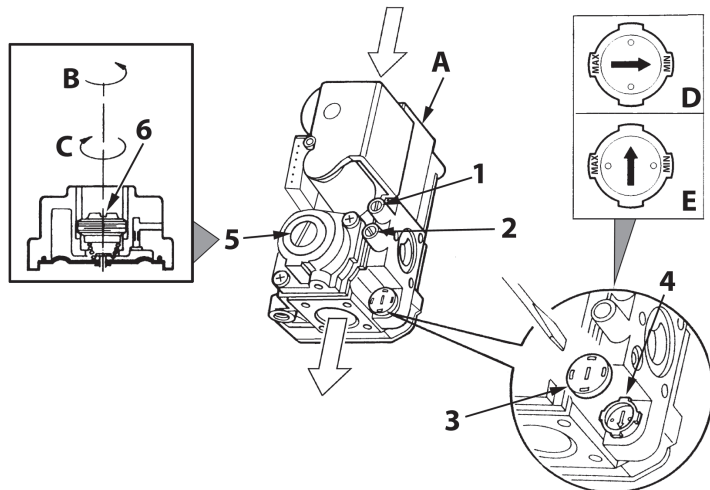

fig. 18 - Regolazione della pressione
Sulle caldaie PEGASUS D 45 K 130 è possibile regolare la portata termica del focolare e di conseguenza la potenza termica resa all'acqua di riscaldamento, agendo unicamente sulla regolazione del bruciatore principale, attraverso la valvola gas, (vedi fig. 18). I diagrammi di riportati al paragrafo cap. 5.2 indicano la variazione della potenza termica resa all'acqua al variare della pressione di funzionamento del bruciatore. Poter adeguare la potenza della caldaia alle effettive esigenze di riscaldamento, significa soprattutto ridurre le dispersioni e quindi risparmiare combustibile. Inoltre, con la variazione di potenza, regolamentata anche dalla normativa, le caldaie mantengono pressoché inalterati i valori di rendimento e le caratteristiche di combustione.
1. Con un piccolo cacciavite togliere il cappuccio di protezione 5 dell'operatore secondario della valvola a gas di fig. 18.
2. Collegare un manometro alla presa di pressione 2 (fig. 18) posta a valle della valvola gas, ruotare la manopola del termostato caldaia sul valore massimo.
3. Regolare la pressione a mezzo della vite 6 (fig. 18) al valore desiderato, avvalendosi dei diagrammi riportati al paragrafo cap. 5.2.
2. Togliere dalla valvola gas il piccolo cappuccio di protezione 3 (fig. 18). Con un piccolo cacciavite regolare lo "STEP" d'accensione per il gas desiderato (G20-G25 posizione D fig. 18 oppure G30-G31 posizione E fig. 18); rimettere quindi il cappuccio.
- Sfiatare l'aria presente nelle tubazioni del gas per mezzo della presa di pressione 1 della valvola gas (fig. 18).